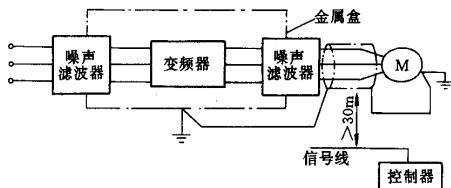

图 3 变频器电机电缆屏蔽层双端接地
(3) 对于高频电路 ($f > 1\text{MHz}$), 电路通常是双端接地, 屏蔽电缆的屏蔽层也应双端接地, 双端接地能对电场产生屏蔽, 对高频磁场也能产生屏蔽作用。屏蔽的电力电缆的屏蔽层应在电缆两端接地, 见图 3。